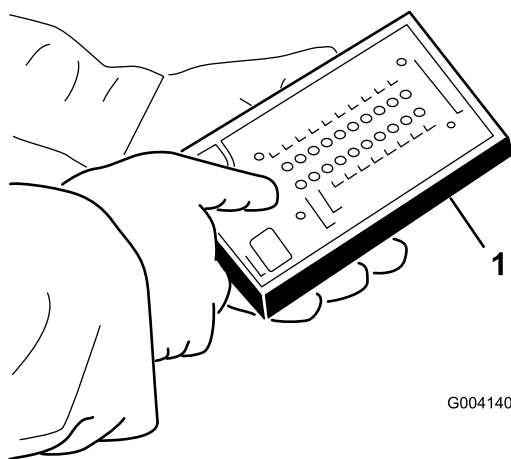

Figura 40
4. Ligue o conector do visor ACE de diagnóstico ao conector de diagnóstico (Figura 40).